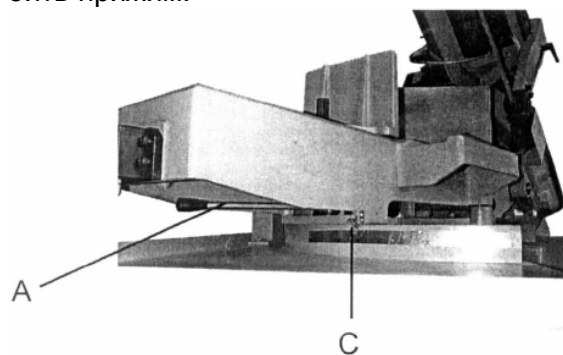

Рис. 26
2. Переместите рукоятку (А, Рис. 26) по направлению к маховику и переместите короткую рукоятку (не показана) под коробку пе-
3. Поверните раму в сборе, как показано на рисунке 23 под нужным углом в соответствии со шкалой (С, Рис. 26).
4. Потяните рукоятку (А, Рис. 26) по направлению к концу двигателя пилы и короткую рукоятку по направлению к маховику, чтобы зафиксировать раму пилы.